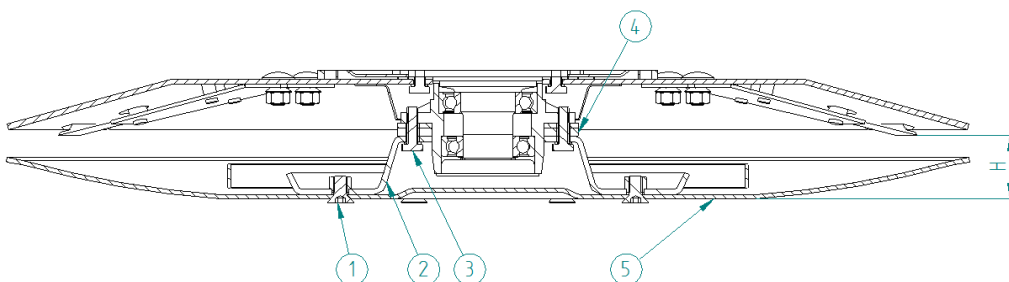

Abbildung 19 Einstellung der Mähhöhe: H) Mähhöhe
- 3) Schrauben abnehmen (Abb.19 Pos. 1) und den Gleitteller abbauen (Abb.19 Pos. 5),
- 4) Schrauben abnehmen (Abb.19 Pos. 3), die den Stützteller befestigen und Stützteller abbauen (Abb.19 Pos. 2),
- 5) Die Mähhöhe einstellen (Abb.19 Pos.4 - Distanzringe),